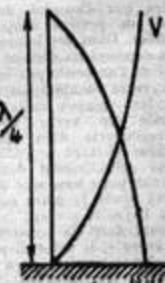

Fig. 30. — Courbes de V et I pour une antenne quart d'onde vibrante sur sa fondamentale. On voit que ces courbes sont décalées de 90°.
Les ondes stationnaires de tension (I) et de courant (II), tracées pour une antenne vibrante en quart d'onde (fig. 30) sont identiques aux ondes stationnaires de compression et de mouvement du tuyau sonore (fig. 28, II). Leurs propriétés sautent aux yeux, et il n'est pas besoin de les commenter longuement. Le plus étonnant, c'est que les interférences des deux ondes progressives donnent des ondes stationnaires : la mobilité des deux premières s'est changée en l'immobilité de statut de sei des dernières. Mais ce qui est encore plus surprenant, c'est qu'une onde d'amplitude essentiellement variable puisse naître de deux ondes dont l'amplitude est fixe.